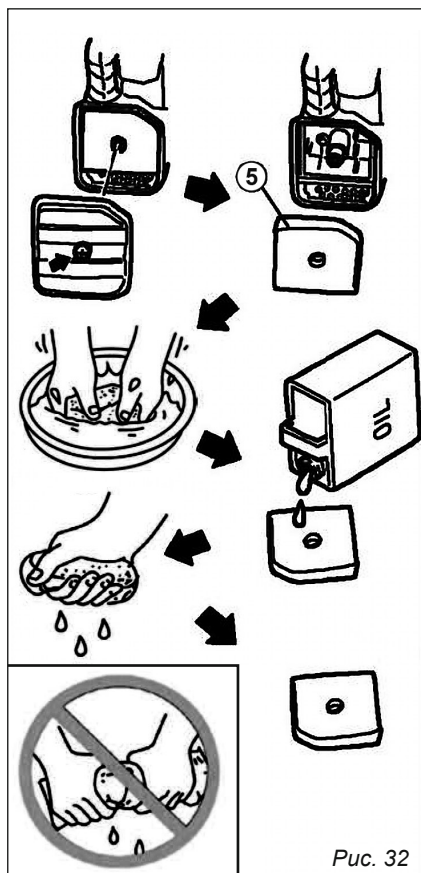

Рис. 32
При обнаружении любых дефектов фильтрующий элемент **⑤** заменить новым оригинальным, *рис. 32*.